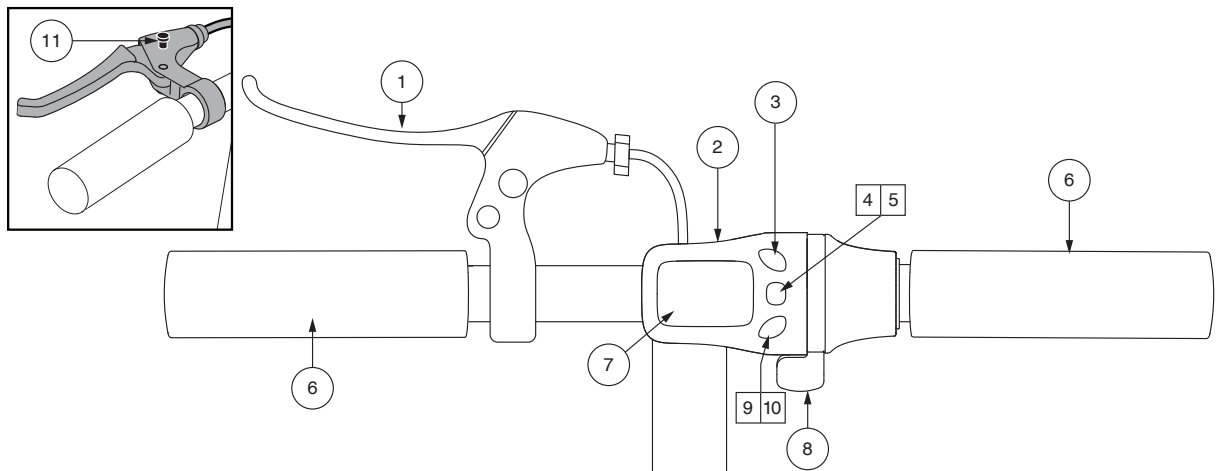

Figure 12. Tableau de bord - B
Appuyez sur le bouton de sélection de mode/d'alimentation et maintenez-le enfoncé pendant deux (2) secondes pour allumer l'écran LCD et démarrer le scooter. **Voir figure 12.**
- Appuyez sur le bouton Accélérer ou Diminuer/Reculer de votre console de barre jusqu'à ce que la marche arrière soit sélectionnée. **Voir figure 12.**
- Arrêtez-vous complètement et appuyez sur le bouton Accélération (+) de votre console de barre pour sélectionner l'un des vitesses prédéfinies pour avancer **Voir figure 12.**
- Appuyez sur le bouton Accélérer ou Diminuer/Reculer et maintenez-le enfoncé pendant deux (2) pour illuminer l'écran LCD.